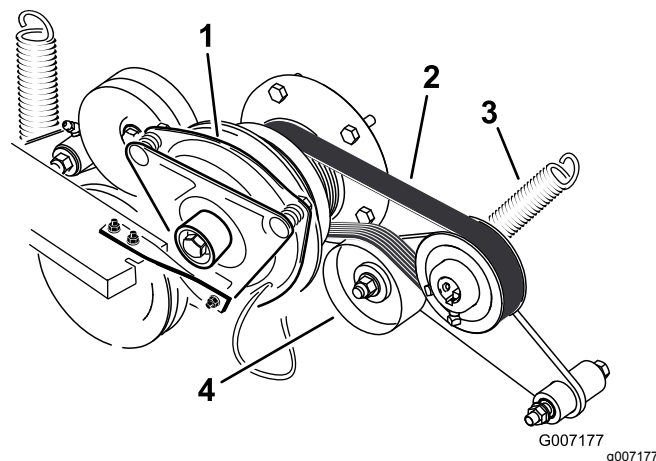

Figura 90
3. Togliete la molla di tensione dal braccio di rinvio (Figura 90).
4. Installate la nuova cinghia attorno al motore e alla puleggia della pompa idraulica (Figura 90).
6. Montate la molla sul braccio di rinvio (Figura 90).